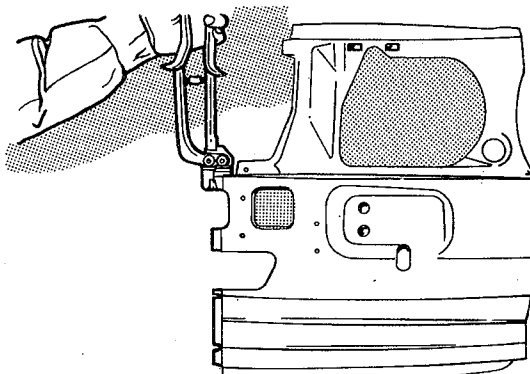

fig. 59
6. Rebaixar a borda cortada do novo painel, utilizando ferramenta apropriada (fig. 59)